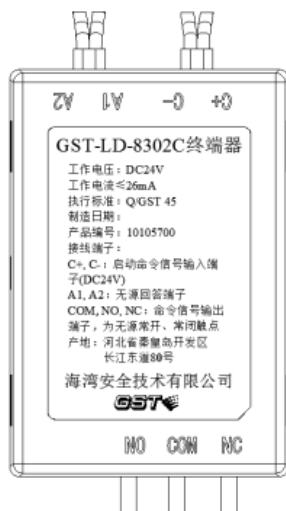

图 2 接线示意图
2. 终端器采用明装方式，将终端器外接线按图 2 标识及接线说明和外部相应电气线缆连接。根据现场环境将终端器固定在合适位置即可。
3. 终端器接线示意图如图 2 所示。